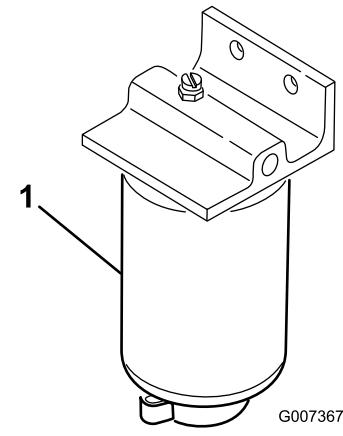

図 46
1. 燃料フィルタの下に汚れのない容器をおく図 46。
2. フィルタの取り付け部周辺をウェスできれいにぬぐう 図 46。